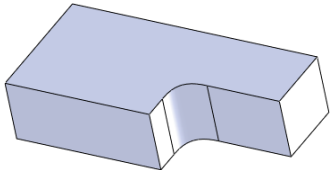

图 5-10 【曲率连续】方式倒圆角
- 曲率连续：解决不连续问题并在相邻曲面之间生成更平滑的曲率。如果需要核实曲率连续性的效果，可以显示斑马条纹，也可以使用曲率工具分析曲率。曲率连续圆角不同于标准圆角，它们有一个样条曲线横断面，而不是圆形横断面，曲率连续圆角比标准圆角更平滑，因为边界处在曲率中无跳跃，如图 5-10 所示。